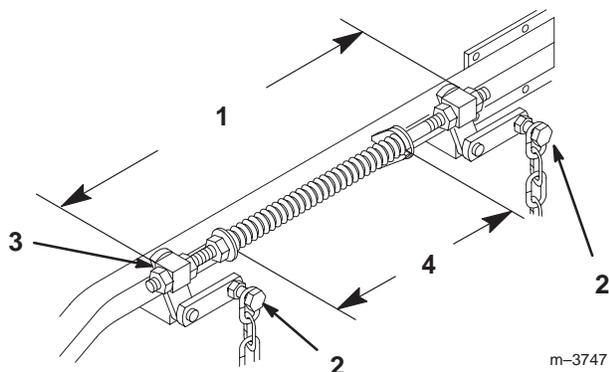

Figure 56
6. Desserrez les 4 boulons de chaîne supérieurs dans les fentes. Vérifiez la longueur des ensembles tige/pivot. Il doit exister un écart de 496 mm (19-17/32") entre l'extérieur du pivot arrière et l'extérieur du pivot avant (Fig. 56). Vérifiez que les quatre pivots bougent librement dans les trous.
14. Réglez les ressorts de compression en tournant les écrous avant de façon à obtenir un écart de 279 mm (11") entre les deux grandes rondelles (Fig. 56). Tournez les écrous dans le sens horaire pour raccourcir le ressort et dans le sens anti-horaire pour l'allonger.